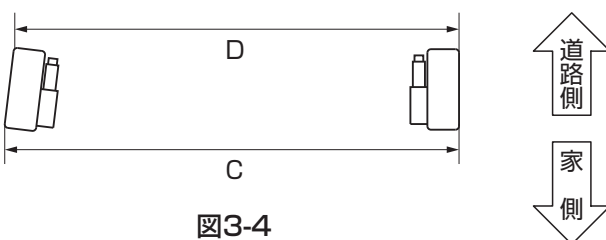

図3-4
- 左右の手動支柱を平行に施工してください。CとDの寸法差は2mm以内(図3-4参照)
④柱の傾き、前後左右：下げ振りにて確認